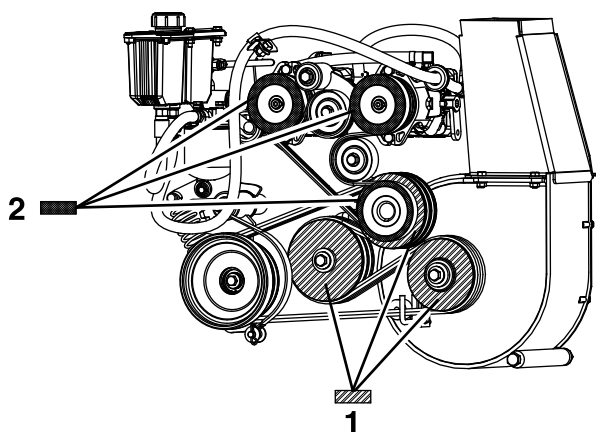

Рисунок 66
8. Взяв шкив воздуходушки в качестве линии отсчета, переместите двигатель и передаточный вал так, чтобы задняя поверхность всех 3 шкивов была выровнена с отклонением в пределах 0,8–1,6 мм (Рисунок 66).
4. Используя проверочную линейку, выровняйте каждый шкив насоса относительно шкива двигателя, сдвинув их по валу насоса (Рисунок 66).